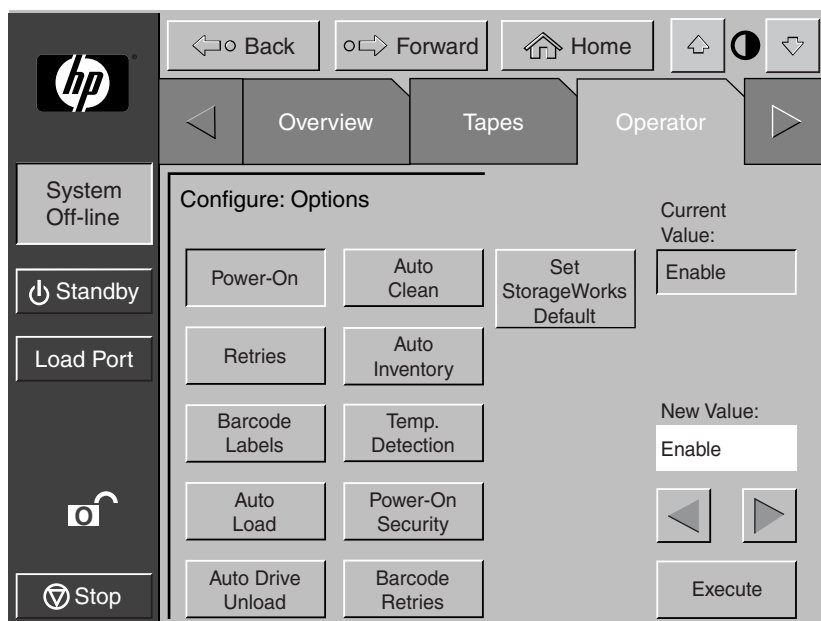

Figure 4-5 : Écran Configure: Options
1. Dans l'écran Operator (opérateur), appuyez sur le bouton **Configure Options** (configurer les options). Le panneau de contrôle affiche l'écran Configure: Options (configurer : options) apparaît (voir la figure 4-5).